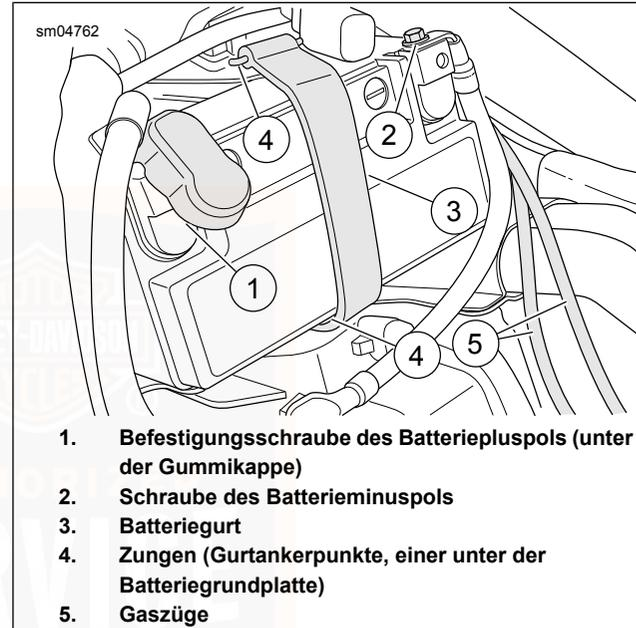

Abbildung 56. Batterie eingebaut
8. Siehe Abbildung 56. Das Batterieminuskabel vom Batterieminuspol (-) entfernen.
2. Siehe Abbildung 56. Die voll aufgeladene Batterie mit den Kontakten nach oben und Batterieminuspol (-) zur rechten Seite des Motorrads in die Batteriehalterung schieben.
3. Siehe Abbildung 56. Korrekten Verlauf des Gaszugs nachprüfen.